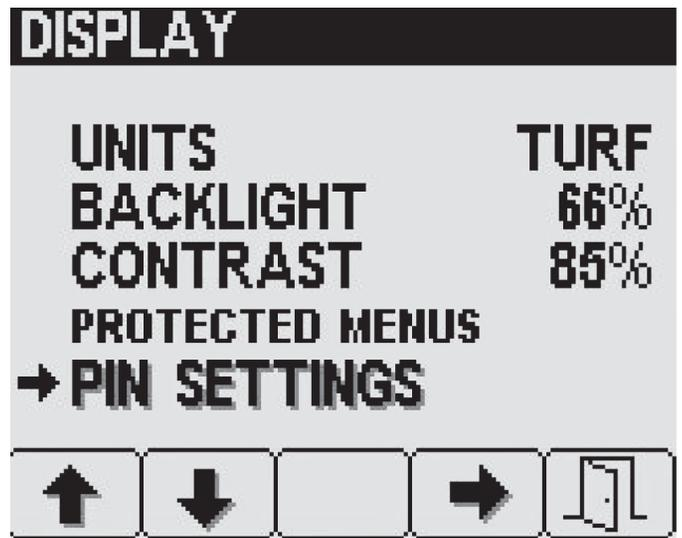

Bild 23
2. Drücken Sie Taste 4, um das PIN SETTINGS-Untermenü auszuwählen (Bild 23).
1. Drücken Sie Taste 1 oder 2 auf dem DISPLAY-Bildschirm, um auf die Option PIN SETTINGS zu navigieren (Bild 23).